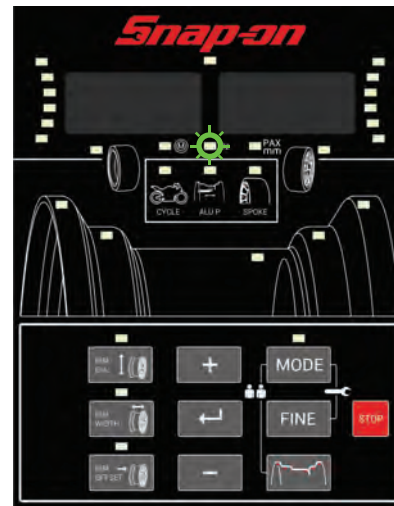

Figura 31b
- La pantalla ahora se mostrará como en la Figura 31b.